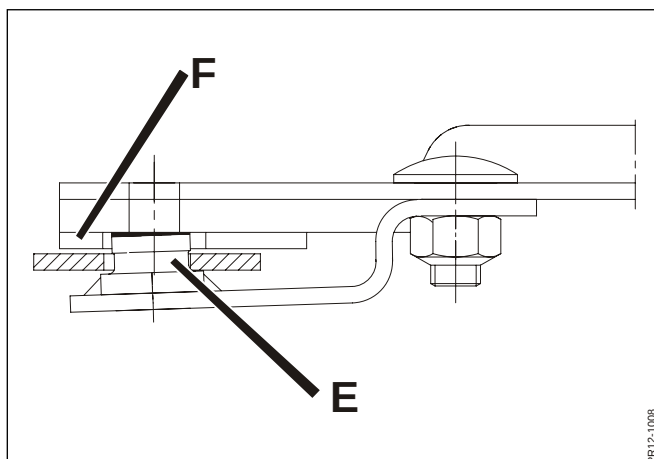

Fig. 5-15
**Fig. 5-15 VIGTIGT:** Der må ikke være urenheder mellem knivtappens og skivens anlægsflader, og det sikres at knivholderens tap E har et korrekt anlæg mod underkant af skiven F. Hvis knivtappen ikke lægger an mod skiven, bør knivholderen skiftes.